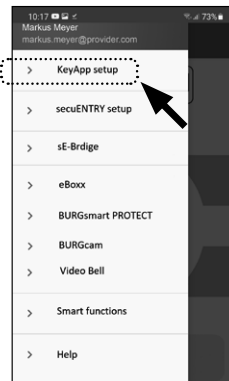

Abb. 58
- 3 Tippen Sie den Menüpunkt „*KeyApp setup*“ (Abb. 58) an.